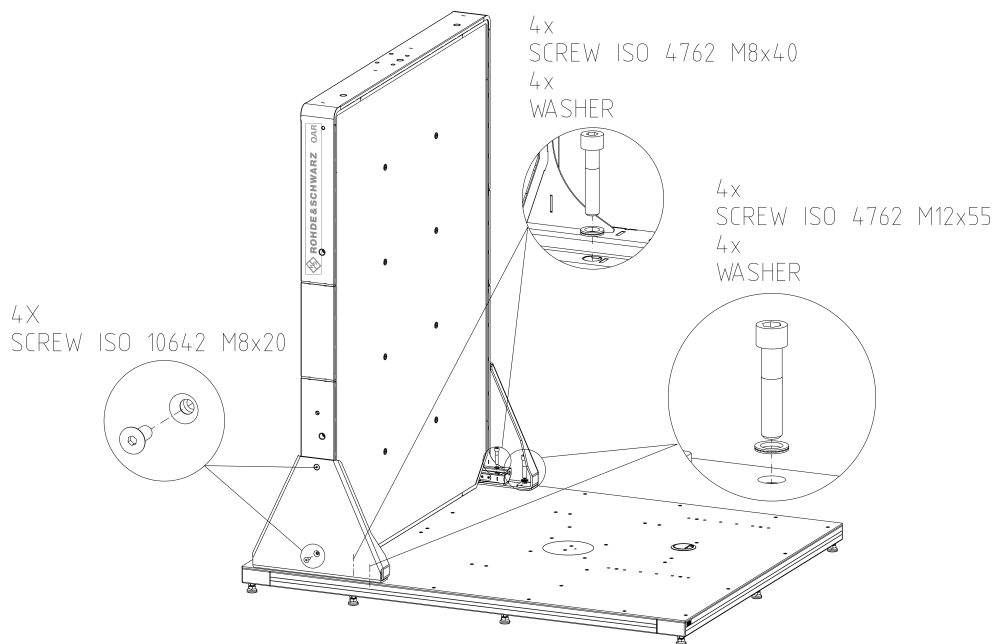

図 4-5: 支持体のマウントを含む R&S QAR の設置
1. R&S QAR の各側で 2 個のソケット・ヘッド・ネジ（サイズ 5）を使用して、2 つの支持体を R&S QAR にネジ止めします（図 4-5 を参照）。
メモ： 図 4-5 に示すように、ネジと支持体の間にワッシャーを挿入します。